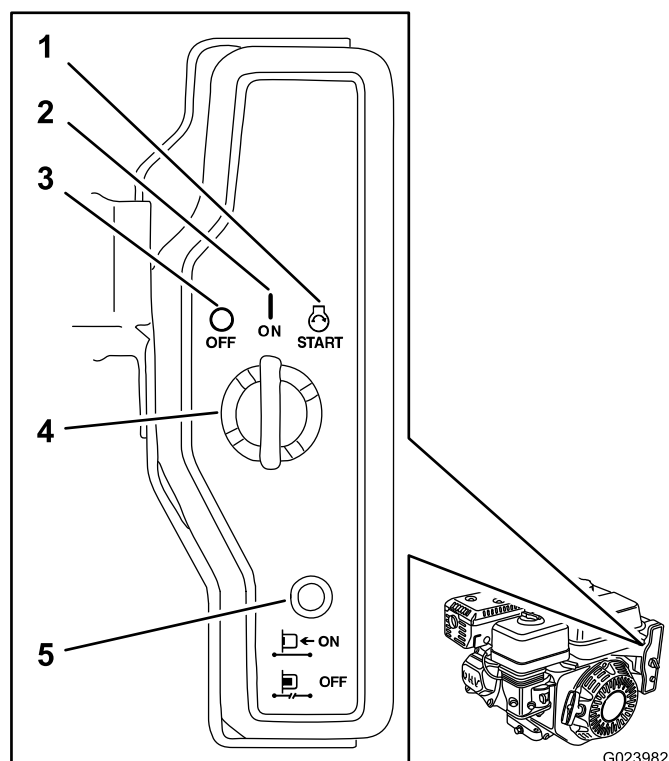

Figura 20
5. Gire la llave a la posición de Arranque, y manténgalo en esa posición hasta que el motor arranque (Figura 20).